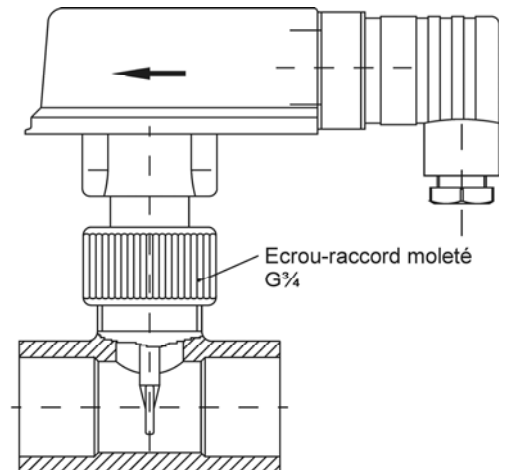

Fig. 6
- ↖ Pour le modèle ...MKU, étanchez la pièce tubulaire en PVC (Fig. 6) dans la conduite par un assemblage collé adéquat.